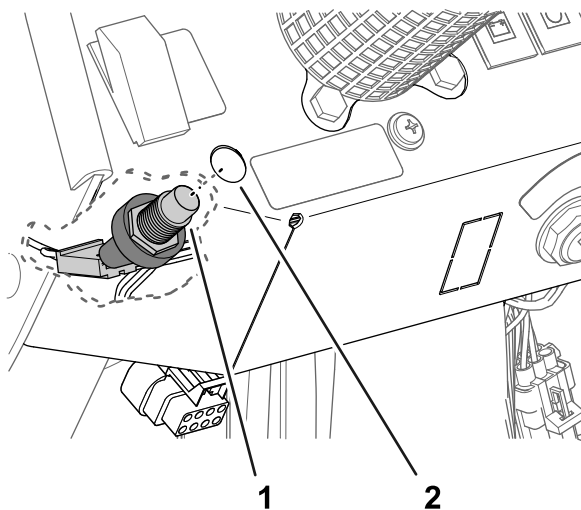

Bild 26
- Fluchten Sie unter dem Armaturenbrett das Gehäuse des Hupenschalters durch das Loch (Bild 26) im Armaturenbrett aus, das Sie in Schritt 1 gemacht haben.